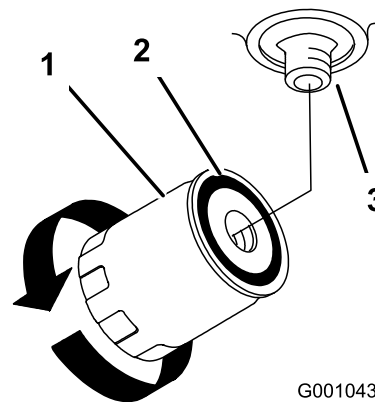

Figura 58
5. Retire el filtro usado y limpie con un paño la superficie de la junta del adaptador del filtro (Figura 58).
9. Cuando el filtro hidráulico esté lleno, gire el filtro en el sentido de las agujas del reloj hasta que la junta de goma entre en contacto con el adaptador del filtro, luego apriete el filtro 1/2 vuelta más (Figura 58).